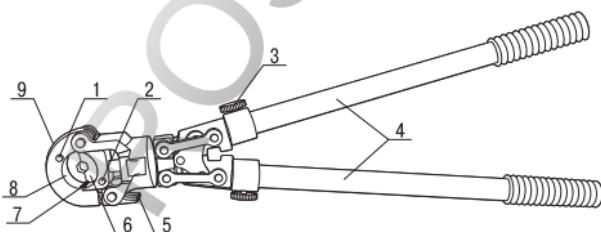

Рисунок 1
- а) отвернуть винт 3 (смотри рисунок 1);
3.4 Нажмите на кнопку 1 (смотри рисунок 1) и установите полуформу 8 матрицы по направляющим 7 (номер матрицы должен быть равен номеру наконечника).